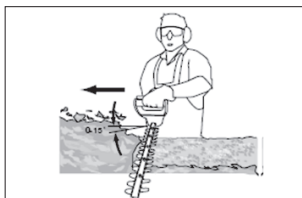

Рис.2
5. После обрезки боков приступайте к вершине. Старайтесь держать режущее устройство под углом примерно 15° к режущей поверхности (рис. 2).